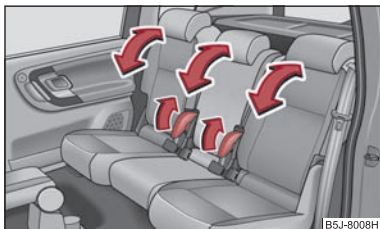

Fig. 51 Reglarea spătarelor
- Trageți maneta ⇒ fig. 51 și reglați înclinarea dorită a spătarului. ■
- Trageți maneta ⇒ fig. 51 și rabatați spătarul scaunului în față, complet.